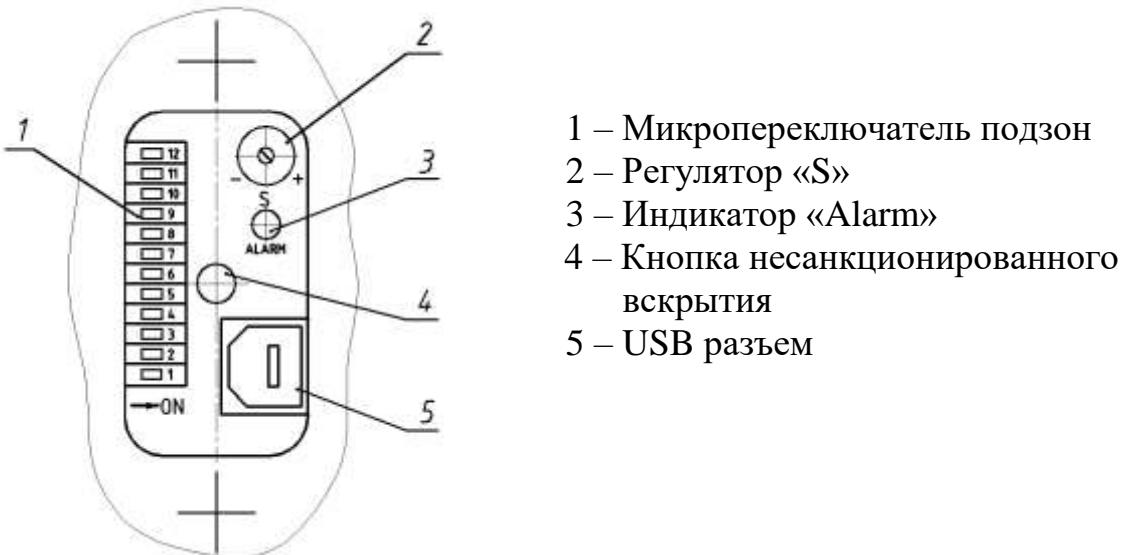

Рисунок 9.2 Встроенные органы настройки и индикации
9.1.2 Снимите крышку 6 (рисунок 6.1), под которой находятся органы настройки и индикации (рисунок 9.2). При наблюдении за состоянием индикатора «Alarm» необходимо находиться сбоку или за извещателем.